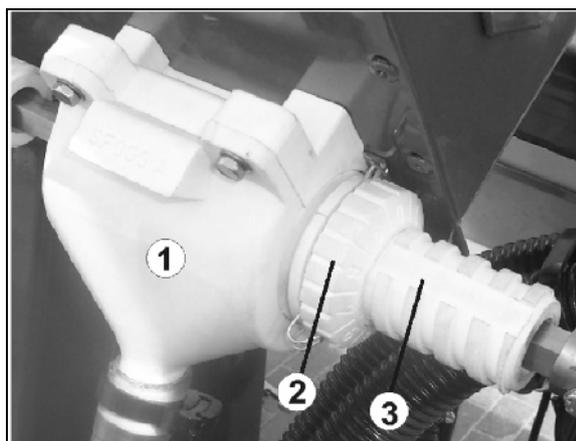

Fig. 48
- la rueda de ajuste (Fig. 48/2) de la unidad dosificadora (Fig. 48/1), valores de ajuste de A – 0 a D – 9.